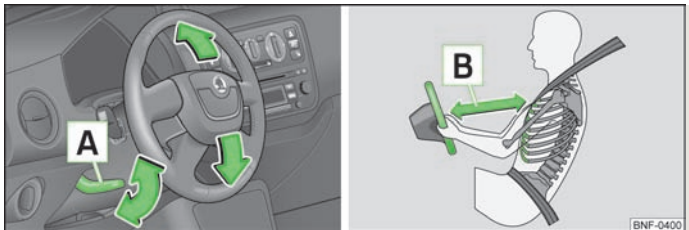

Fig. 60 Volante regolabile: Leva sotto il volante / distanza di sicurezza dal volante
- Abbassare la leva  sotto il volante » fig. 60.